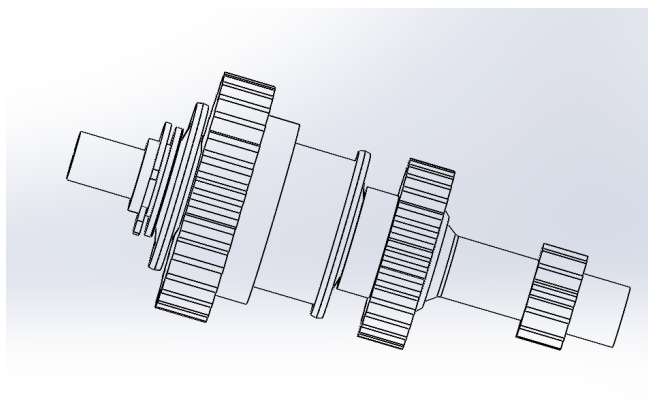

Рисунок 1.16
1.6.2 После извлечения муфты вы увидите такую конфигурацию (Рис.1.16);